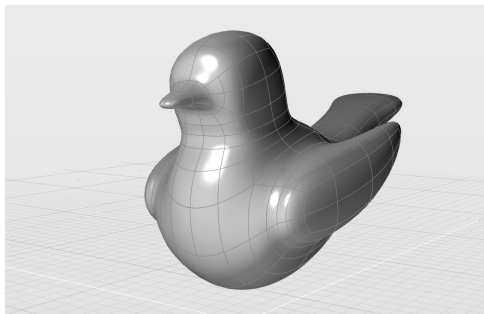

图 6-78 设置接合所选公差以获得光顺的接合面
7) 在顶点编辑状态下，调整“接合边界”参数下的“接合所选公差”参数，设置一个公差范围为 0.5cm，即表示在该距离范围内的控制顶点可以进行自动接合。随后单击“接合所选公差”按钮，获得光顺的接合面，如图 6-78 所示。